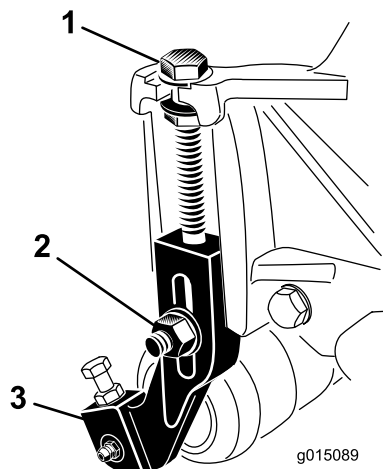

Figura 19
- 1. Allentate i dadi di bloccaggio che fissano i bracci dell'altezza di taglio sulle piastre laterali dell'apparato di taglio (Figura 19).